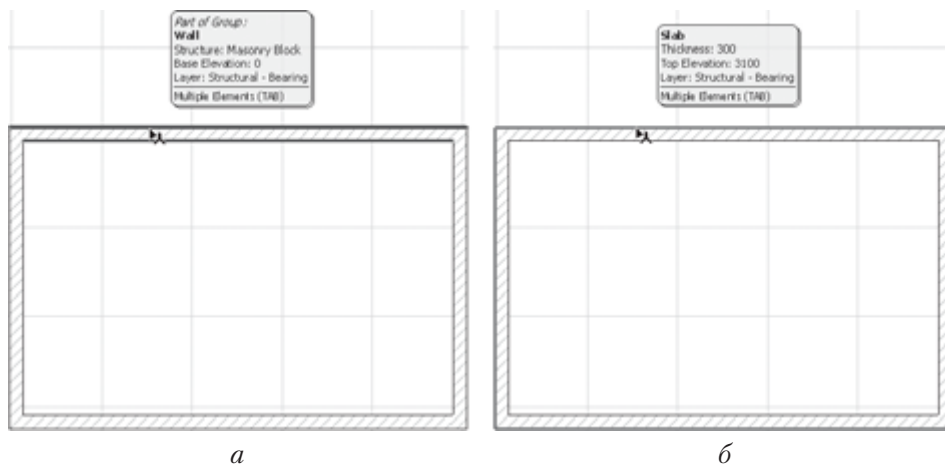

Рис. 8.1. Выбор перекрывающихся объектов
Переместите указатель мыши на верхнюю линию контура перекрытия и задержите его там на некоторое время. В результате будет подсвечена проекция задней стены (рис. 8.1, а).
10. Нажмите клавишу **Tab**. Будет подсвечен контур перекрытия (рис. 8.1, б), информация во всплывающем окне сменится на информацию о перекрытии.